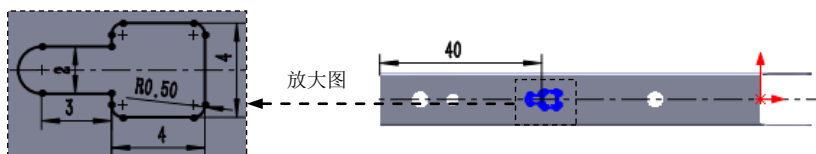

图 12.6.11 横断面草图
② 定义横断面草图。在草图环境中绘制图 12.6.11 所示的横断面草图。
(3) 定义切除深度属性。在“切除—拉伸”对话框 **方向 1** 区域的 下拉列表中选择